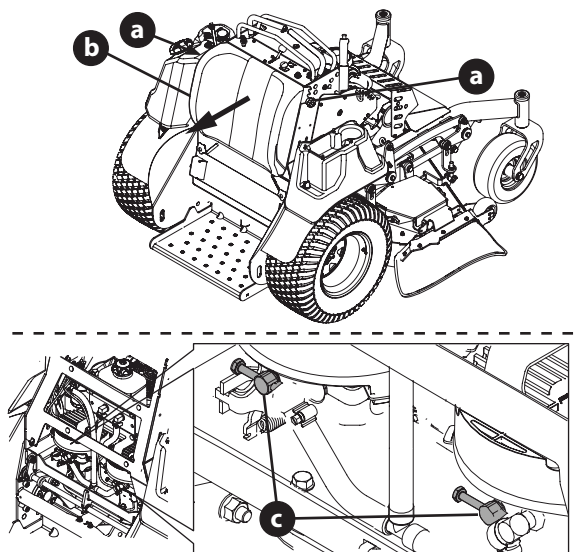

Fig. 25
- Afloje las dos perillas en estrella (a) que fijan el protector de piernas (b) a la cortadora de césped (Fig. 25).
- Localice las transmisiones hidrostáticas y abra las dos válvulas de derivación (c) un máximo de dos vueltas (Fig. 25).